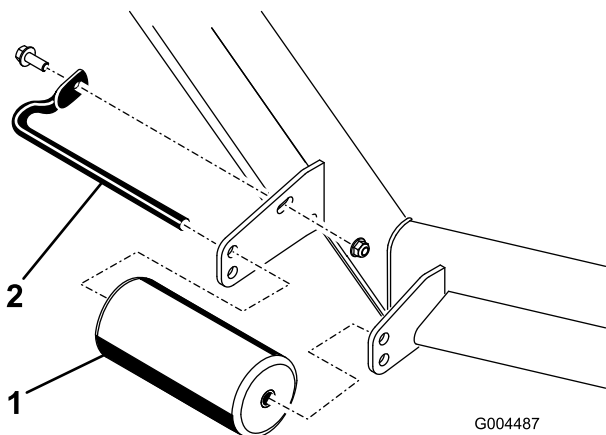

Bild 27
4. Nehmen Sie die Befestigungen ab, mit denen jede Rolle am Mähwerk befestigt ist, und schieben Sie die Rollen nach oben oder unten, siehe Bild 27 bis Bild 31 abhängig vom Mähwerk.